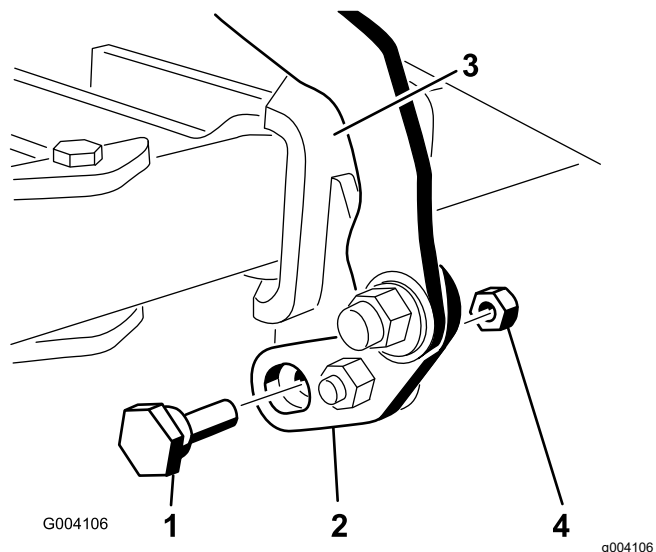
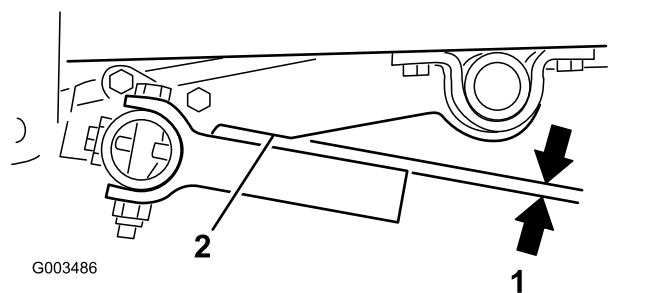

图 17
图 21
6. 穿过枢轴凸耳和枢轴支架的底部安装偏心螺栓并使用锁紧螺母 5/16 英寸将其固定如图 17 所示。
2. 向任意一个方向旋转偏心螺栓直到机具架打孔针平行于提升臂中的槽口图 17 和图 21。